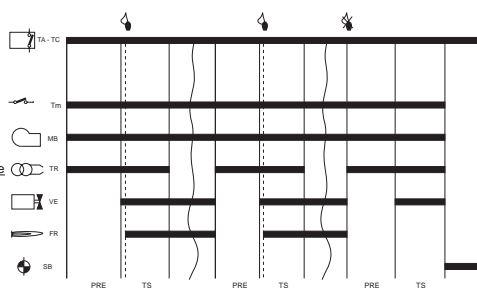

fig. 9
- Inizia il funzionamento secondo le fig. 10a e 10b ed il diagramma di fig. 9: